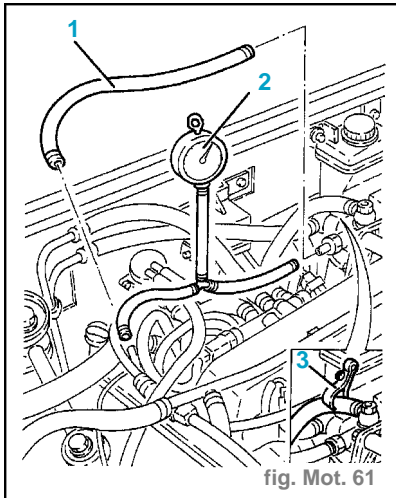

fig. Mot. 61
- Desserrer les colliers de serrage et enlever le tube (1) entre le filtre carburant et la pompe de pression. (fig. Mot. 61)
- Relier un manomètre (0 à 5 bar) (2) entre le filtre carburant et la pompe de pression.
- Avec une valeur inférieure à 2 bar, étrangler avec un étau (3) le tube reliant le filtre carburant avec le collecteur de retour.